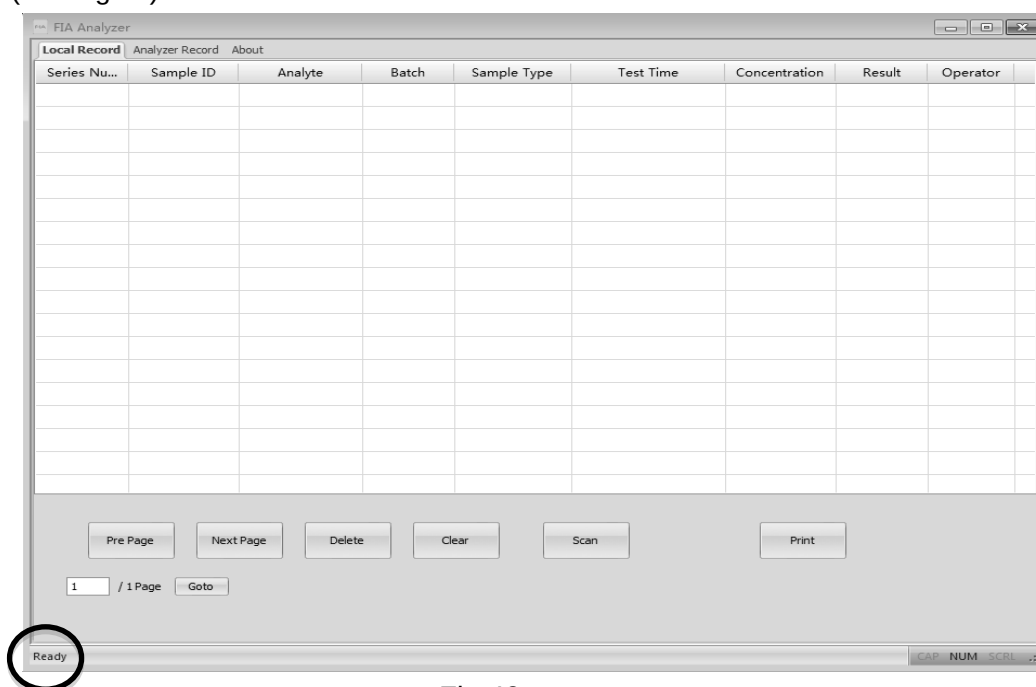

Fig 40
3. Haga doble clic en el signo  en la pantalla de escritorio para abrir la página principal del software. (Ref Fig 40)